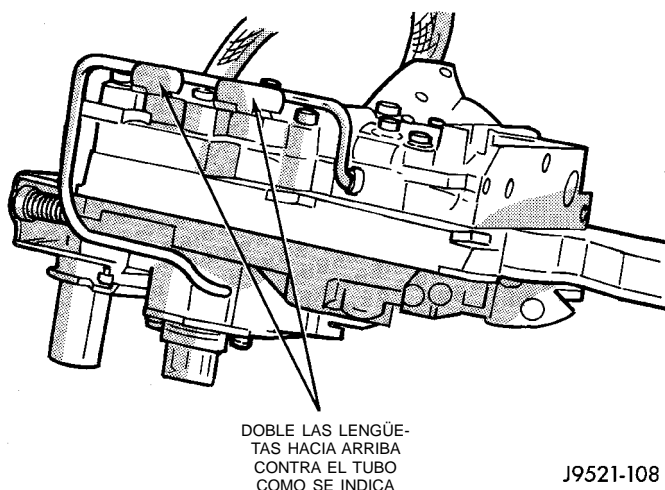

Fig. 89 Cómo asegurar el tubo de la válvula reforzadora con las lengüetas del soporte
- (7) Doble las lengüetas del soporte del tubo hacia arriba y contra el tubo para mantenerlo en posición (Fig. 89).
- (8) Apriete todos los tornillos de la caja del cuerpo de válvulas con una torsión de 4 N·m (35 lbs. pulg.) después de instalar el tubo y el soporte. Apriete los